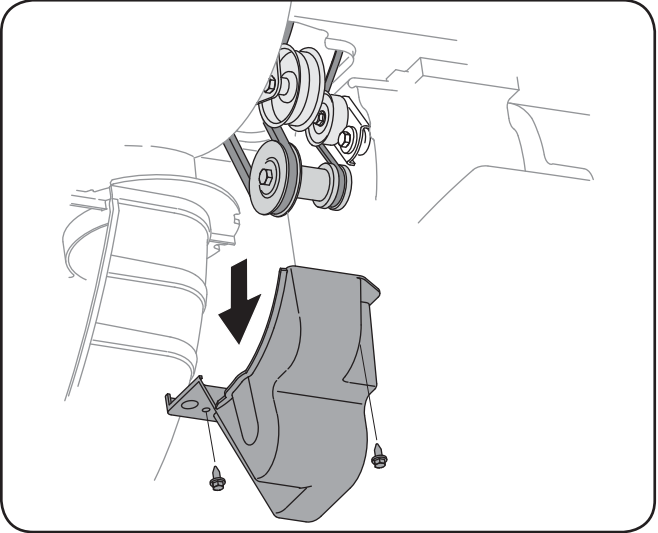

Figure 7-1
- 2. Retirez le couvre-courroie en plastique sur le devant du moteur en enlevant les deux vis auto-taraudeuses. Voir la Figure 7-1.
2. Retirez le couvre-courroie en plastique sur le devant du moteur en enlevant les deux vis auto-taraudeuses. Voir la Figure 7-1.